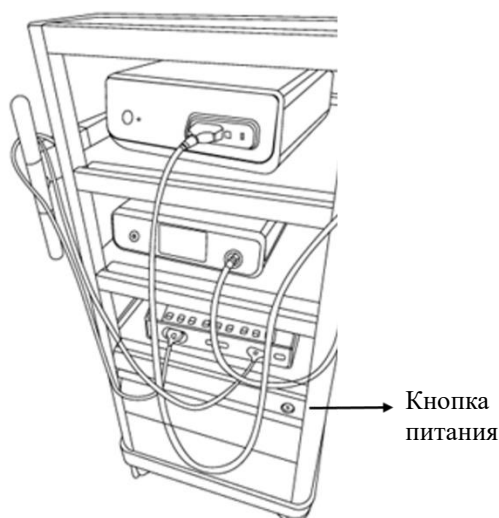

Рисунок 5.1. Включение питания тележки видеостойки
2. Включение видеостойки. Нажмите выключатель питания, убедитесь, что индикатор питания горит зеленым цветом. Включите кнопку питания на передней панели тележки, пока не загорится индикатор, указывающий на то, что питание видеостойки включено, как показано на рис. 5.1.